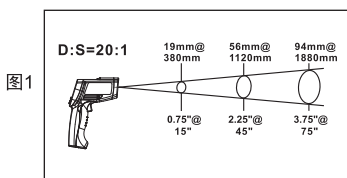

图1
- 1、使用本机测量温度时,要注意考虑距离与测量区域大小之间的比率(简称物距比)。当本机与被测物体的距离增大时,测量区域也会相应增大。(本机物距比为20:1,见图1),\*\*\*本机配有定位激光用于瞄准被测物体表面。